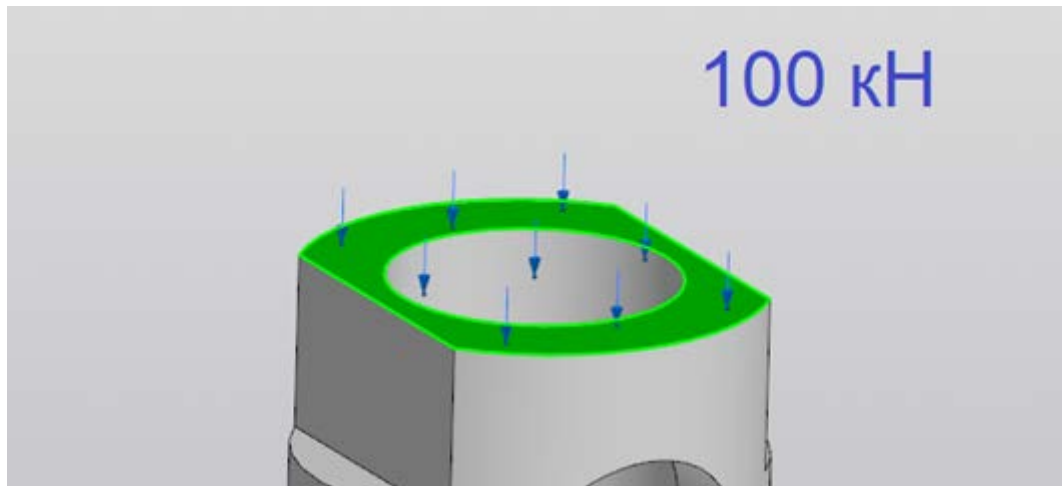

Рис. 2. Направление приложения нагрузки для выполнения статического расчёта
3. При помощи средств выбранной САПР (КОМПАС-3D или T-FLEX CAD) выполните статический расчёт с условием, что нижняя грань основания *корпуса* закреплена, а на верхнюю грань *корпуса* приложена распределённая нагрузка, равная 100 кН (рис. 2). Необходимо предоставить снимок экрана (скриншот) с цветной картой распределения напряжений и снимок экрана (скриншот) с деревом построений прочностного анализа.